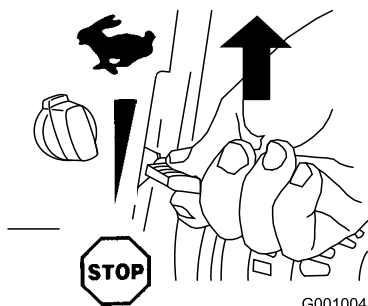

Bild 21
2. Stellen Sie den Gasbedienungshebel auf Schnell (Bild 21).